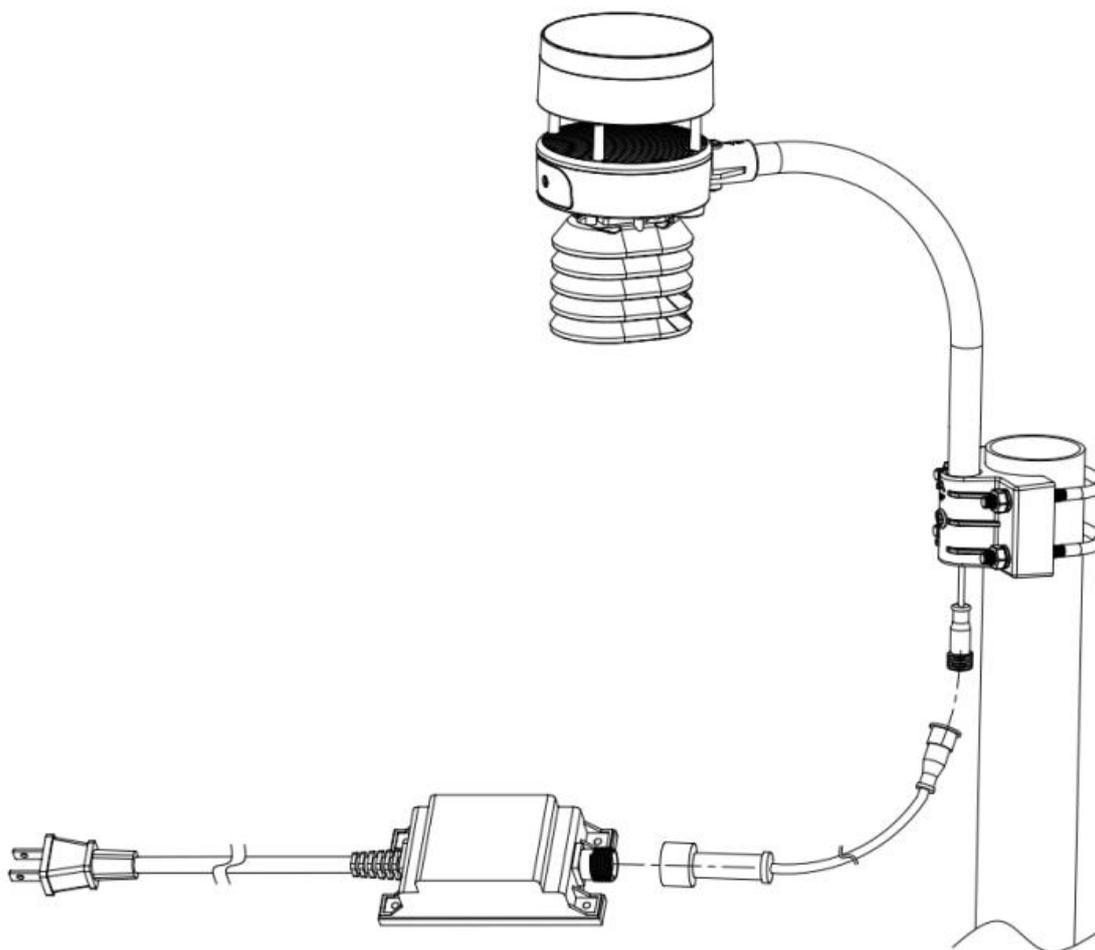

Figura 10: Schema di montaggio del pacchetto del sensore 5-5
5. Se viene aggiunta una prolunga opzionale, collegare il cavo al connettore e inserire la porta USB nell'adattatore CA come mostrato nella Figura 10: